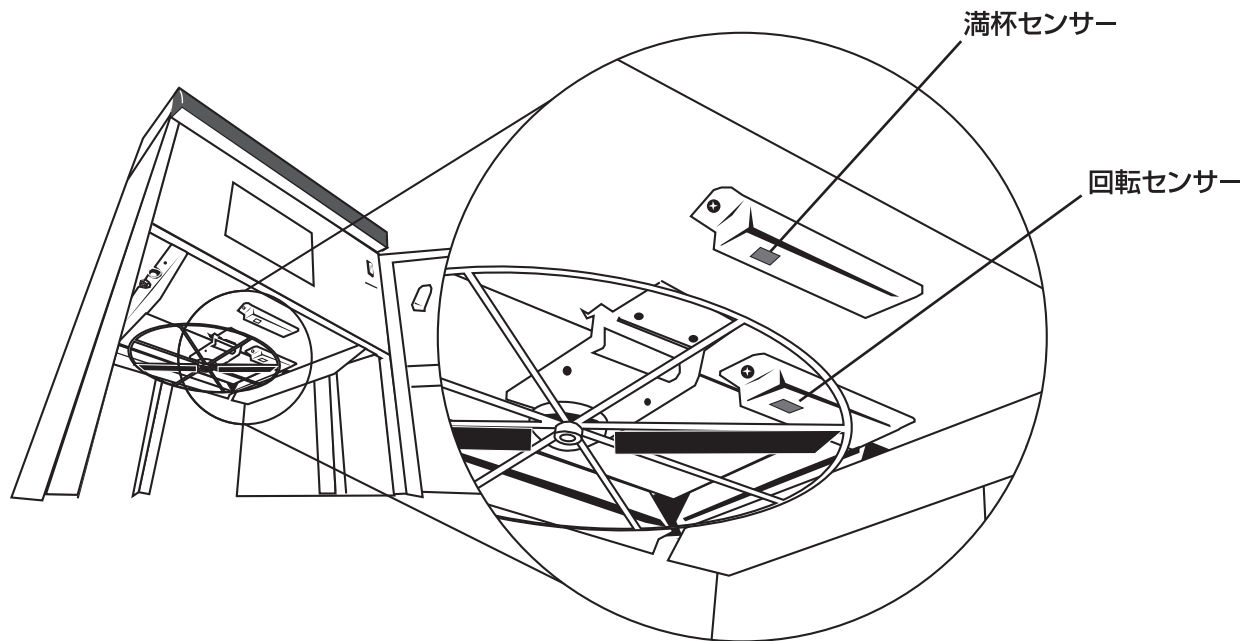

図13 満杯センサー、回転センサーの掃除
- 1.電源スイッチ①の下側を押して電源を切り、電源コードの電源プラグを抜いてください。
- 2.センサーに付着した紙粉や細かい細断屑を柔らかい布等で取り除いてください。 P18 図13 参照